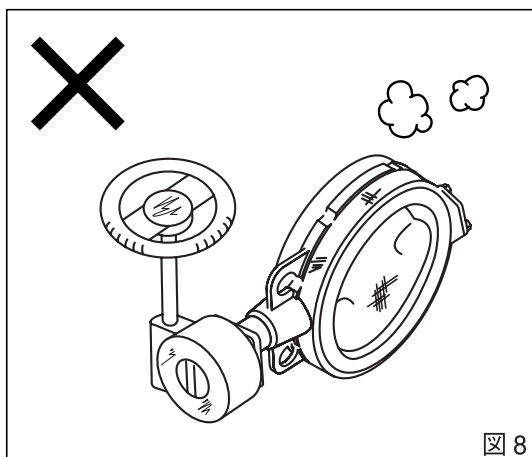

図 8
- 開梱時期：開梱はできる限り、配管の直前に行ってください。開梱状態で長時間放置しますと、本体内にゴミや異物が混入し、正確に作動なくなります。（図8）